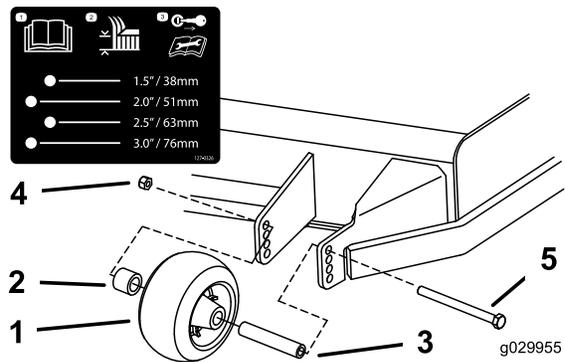

Bild 30
- Stellen Sie die Antiskalpierrollen ein, wie in Bild 30 abgebildet.